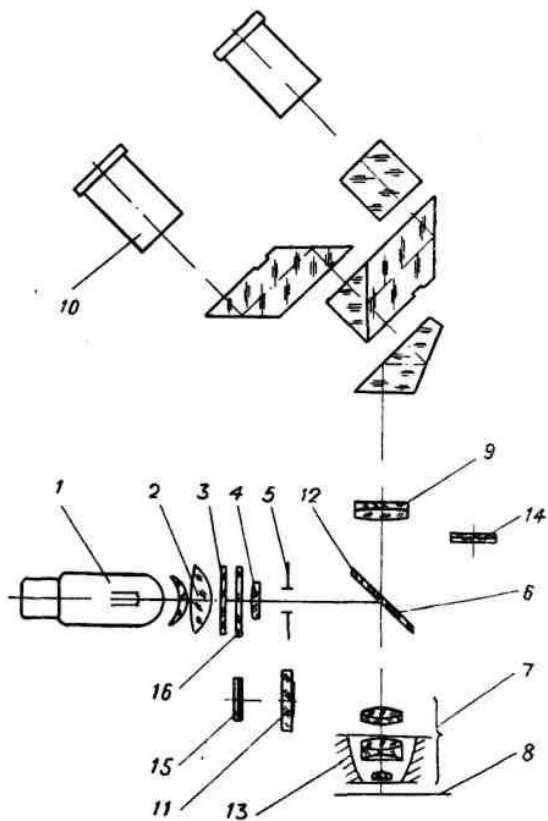
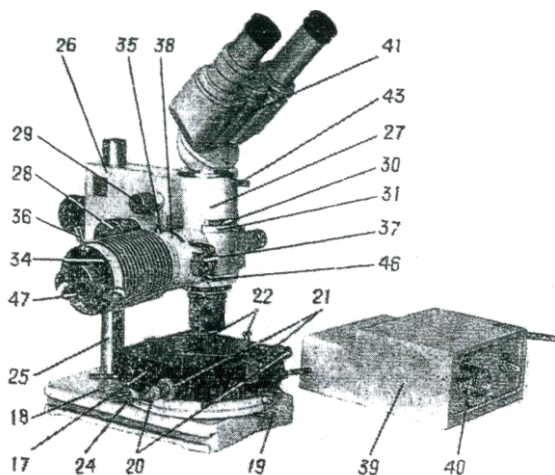
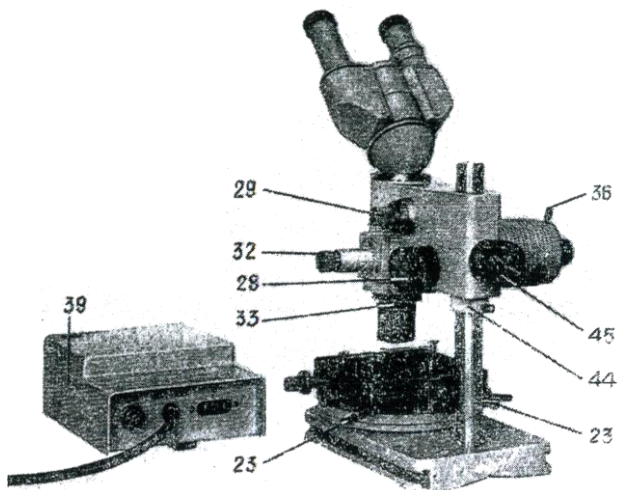

Рис. 1
Рис.2
Рис. 3
При наблюдении в светлом поле лучи от источника света 1 (рис. 1) проходят через коллектор 2, теплофильтр 3, осветительную линзу 4, диафрагму 5, отражаются от плоскопараллельной полупрозрачной пластинки 6 и направляются через объектив 7 на объект 8. Лучи, отраженные от поверхности объекта,
Столик 17 (рис. 2) установлен на основании 18 микроскопа и при отпущенном винте 19 может быть снят. Столик перемещается в горизонтальной плоскости в двух взаимно перпендикулярных направлениях.
Крепление объекта на столике осуществляется пружинными клеммами 22, Центрировка столика производится двумя специальными ключами 23 (рис. 3). Поворот столика фиксируется винтом 24 (см. рис. 2).
На колонке 25 (см. рис. 3), жестко соединенной с основанием, крепится корпус 26 с тубусом 27.
В корпусе смонтированы механизмы грубой подачи и микрометрической фокусировки тубуса. Грубое перемещение тубуса осуществляется рукоятками 28 (см. рис. 2, 3), микрометрическая фокусировка — рукоятками 29.
Поворот анализатора осуществляется в пределах от 0 до 90° с отсчетом по шкале 30 (см. рис. 2).
При работе без анализатора в паз вставляется пылезащитная заглушка 31 (см. рис. 2, 4).
Рукоятка 32 (см. рис. 3) служит для выключения светоделительной пластинки б (см. рис. 1) при работе в темном поле.
Сменные салазки с объективом 33 (см. рис. 3, 4) устанавливаются в направляющие тубуса микроскопа.
Осветитель 34 (см. рис. 2) закрепляется на тубусе микроскопа винтом 35. Винты 36 (см.
рис. 2, 3) служат для центровки нити лампы относительно оптической оси микроскопа. В выдвижной рамке 37 (см. рис. 2) находятся ирисовая диафрагма 5 (см. рис. 1) и диафрагма 11 темного поля. В паз 38 (см. рис. 2) осветительного тубуса вкладывается
светофильтр 16 (см. рис. 1) типа ЖЗС5 или поляризатор 15.
Питание лампы осуществляется от сети переменного тока напряжением 220 В, частотой 50—60 Гц через блок питания 39 (см. рис. 2, 3). Рукоятка 40 (см. рис. 2) служит для регулировки накала лампы (подробнее см. техническое описание блока питания).
Винт 43 (см. рис. 2) служит для крепления бинокулярной насадки или фотонасадки в гнезде тубуса микроскопа.
Опустите по колонке 25 (см. рис. 2) и закрепите хомутик 44 (рис. 3); поворотом рукоятки 45 отверните стопорный винт, корпус с тубусом опустите до упора в хомутик и зажмите стопорный винт.
Включите лампу через блок питания в сеть. Вставьте окуляры в бинокулярную насадку, салазки с объективом вдвиньте до упора и установите заранее подготовленный объект на столик. Включите в ход лучей отражательную пластинку, для чего вдвиньте ручку 32 (см. рис. 3) в корпус до упора.
Передвиньте рамку 37 (см. рис. 2) с ирисовой диафрагмой от себя до упора, сфокусируйте микроскоп на объект.
Перемещениями патрона 47 с лампой вдоль втулки и вращением центрировочных винтов 36 (см. рис. 2, 3) добейтесь наиболее яркого и равномерного освещения объекта, после чего откройте ирисовую диафрагму на две трети. Величину открытия диафрагмы необходимо подбирать каждый раз опытным путем, добиваясь наилучшего изображения объекта. При слишком широко открытой диафрагме снижается контрастность изображения, при мало открытой — искажается изображение структуры объекта.
Выдвинув на себя до упора рамку 37 (см. рис. 2), включите в ход лучей диафрагму темного поля. Выведите из хода лучей отражательную пластинку, выдвинув до отказа рукоятку 32 (см.рис.3).
Рамка 37 должна быть вдвинута в корпус осветителя до упора. Рукоятка 32 должна быть вдвинута до отказа в тубус 27 (см. рис. 2).
Ключами 23 (см. рис. 3) отцентрируйте столик так, чтобы при его вращении на  $360^\circ$  изображение выбранной точки оставалось в центре поля зрения неподвижным.
Анализатор в оправе вставляют в паз в верхней части тубуса вместо заглушки 31 (см. рис. 2). Установите рукоятку анализатора по шкале 30 в положение  $90$  (плоскости поляризации поляризатора и анализатора скрещены), при этом должно наблюдаться максимальное потемнение поля зрения окуляра.
- Рис. 2. Внешний вид прибора.
- Рис. 3. Внешний вид прибора.